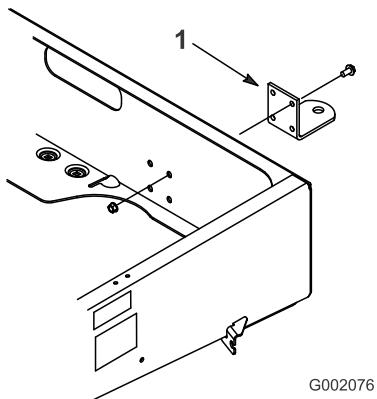

Bild 7
2. Fliegen Sie die Anbauvorrichtung mit den Befestigungslöchern im Rahmen aus. Befestigen Sie die Anbauvorrichtung mit den Schrauben und Muttern (Bild 7).